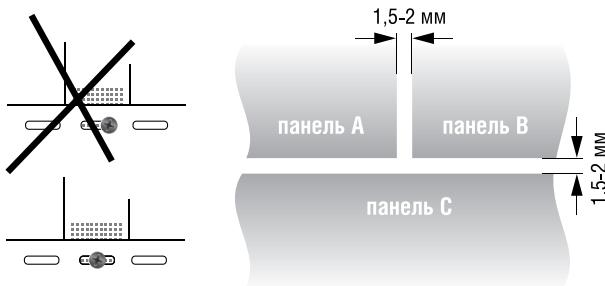

рис. 5
7. В процессе монтажа нельзя плотно прижимать каждую последующую верхнюю панель к нижней. Зазор должен составлять 1,5-2 мм по высоте и ширине (рис. 5). Все температурные компенсаторы уже есть на панели, главное, их не повредить в процессе монтажа.